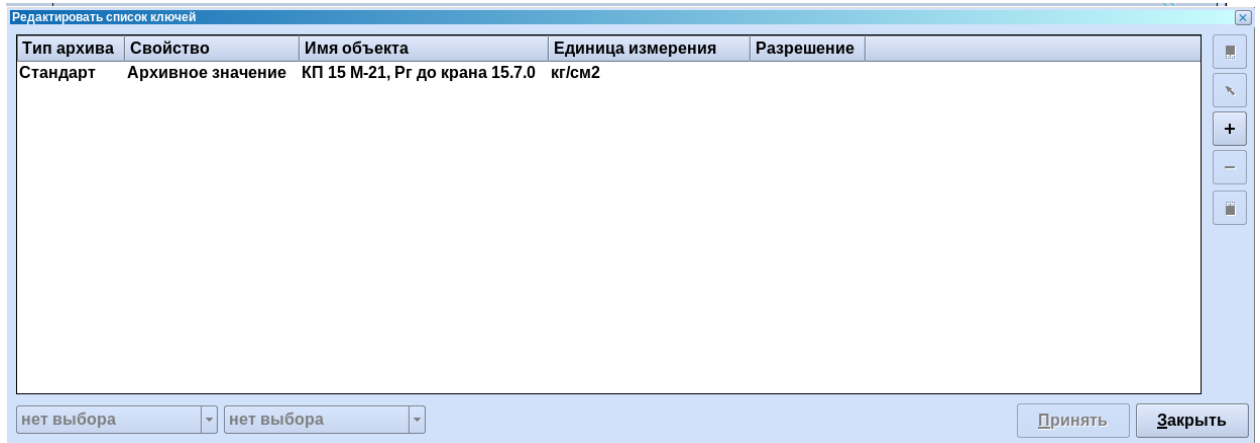

Рисунок 3.26 – Диалоговое окно «Редактирование списка ключей»
- Редактировать ключ, при нажатии на клавишу появляется окно редактировании списка ключей (Рисунок 3.26).